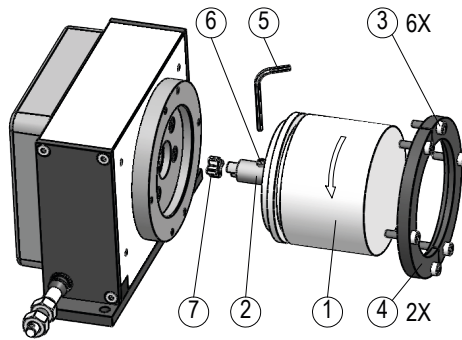

Abb. 4: Montage eines Gebers
Das Seilzugsystem ist für die Montage eines Inkrementalgebers oder eines Absolutwertgebers/Winkelcodierers vorbereitet (**Abb. 4**).
1. Für die Justage des Referenzpunktes lockern Sie die Schrauben ⑥ (siehe Abb. 4) bis der Geber sich drehen lässt.